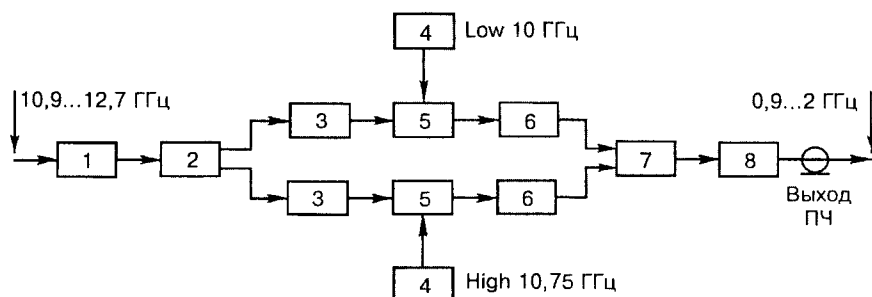

Рис. 5. Структурная схема полнодиапазонного конвертера:
На рис. 5 показана структурная схема полнодиапазонного конвертера. Конвертер состоит из следующих основных узлов. МШУ (1) усиливает спутниковый сигнал в полосе частот 10,9...12,7 ГГц, который подается на делитель (2). После разделения на два канала сигналы через ППФ (3) на смесители (5). На каждый из смесителей подается сигнал от гетеродина (4) Low – низкочастотный гетеродин, High – высокочастотный.